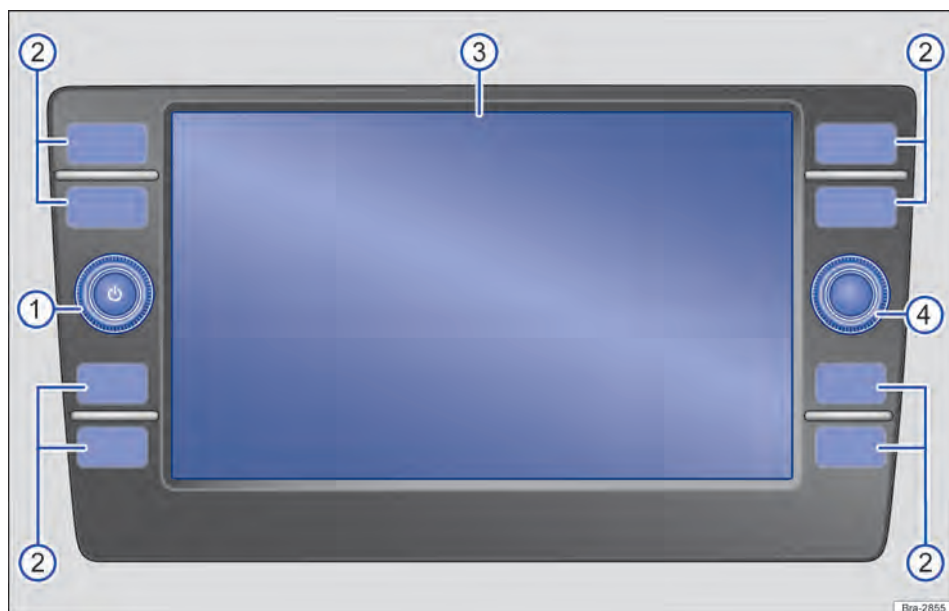

Fig. 120 Cuadro general de mandos.
El equipo está disponible en distintas versiones, que se distinguen por el rótulo y la función de las teclas de la radio → fig. 120 (2).
① **Mando giratorio y de presión** ⌚:
② **Teclas de la radio:** *presionar* para acceder a un botón de función.
③ **Display:** pantalla táctil.
④ **Tecla de configuraciones:** la función depende de la respectiva condición de operación.